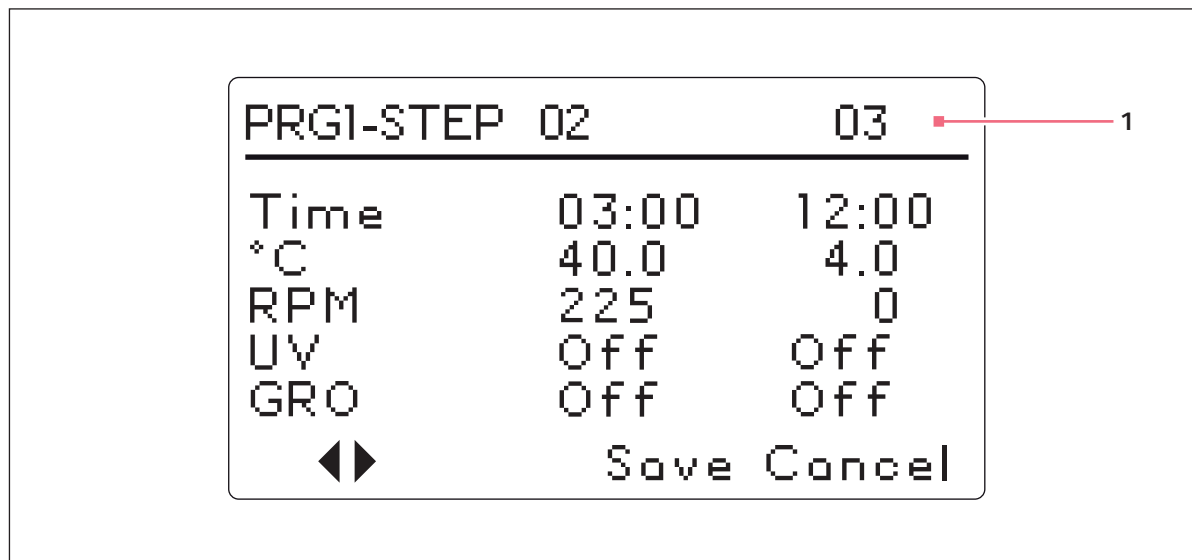

Рис. 5-14: Программа 1, Шаг 3
10. Продолжайте программировать максимально 15 шагов таким же образом. В нашем примере программы есть только три шага (см. рис. 5-14 на стр. 60).